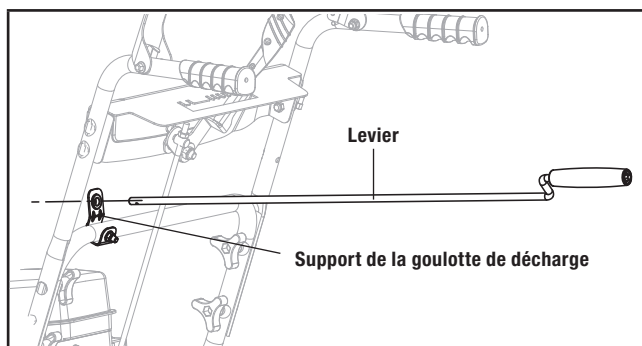

Figure 10A
1. Insérez le levier dans le support de la goulotte de décharge qui se trouve sur la poignée inférieure, puis dans le trou de l'engrenage (figure 10A).